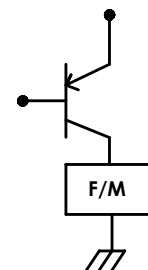

Fig.1 FAN電源回路
- (11) ファンモータ電源(Fig. 1参照)ON/OFF時の注意
(Caution at Fan motor power ON/OFF handling. Refer Fig. 1.)